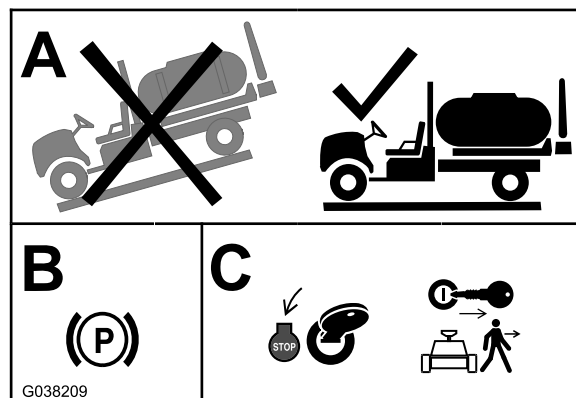

Figura 1
1. Portate la macchina su una superficie piana (Figura 1).
2. Inserite il freno di stazionamento (Figura 1).
3. Spegnete il motore e togliete la chiave (Figura 1).